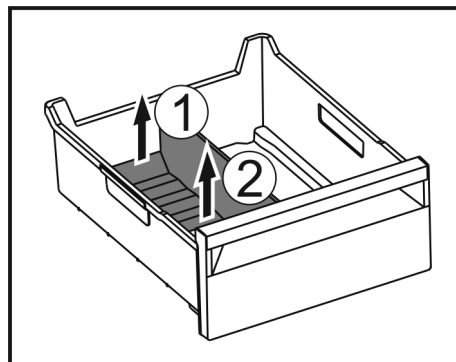

Fig. 113
- ▶ Soulever la partie arrière du séparateur de congélateur. Fig. 113 (1)
- ▶ Retirer le séparateur de congélateur par le haut. Fig. 113 (2)